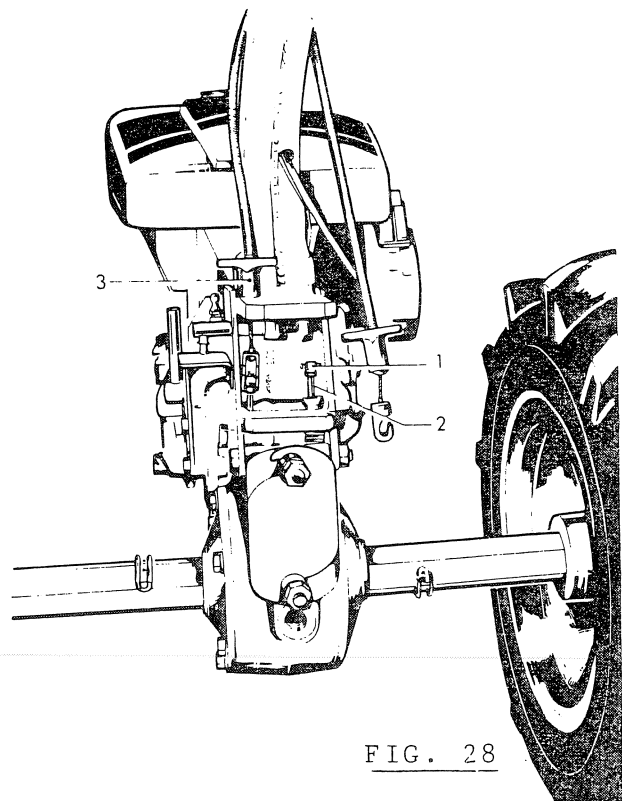

FIG. 28
Si une roue ne tient pas clabotée, il convient d'allonger la tringlerie et pour ce faire de dévisser le barillet (1 FIG.28) vissée sur la tringlerie de sortie (2) de la roue correspondante.